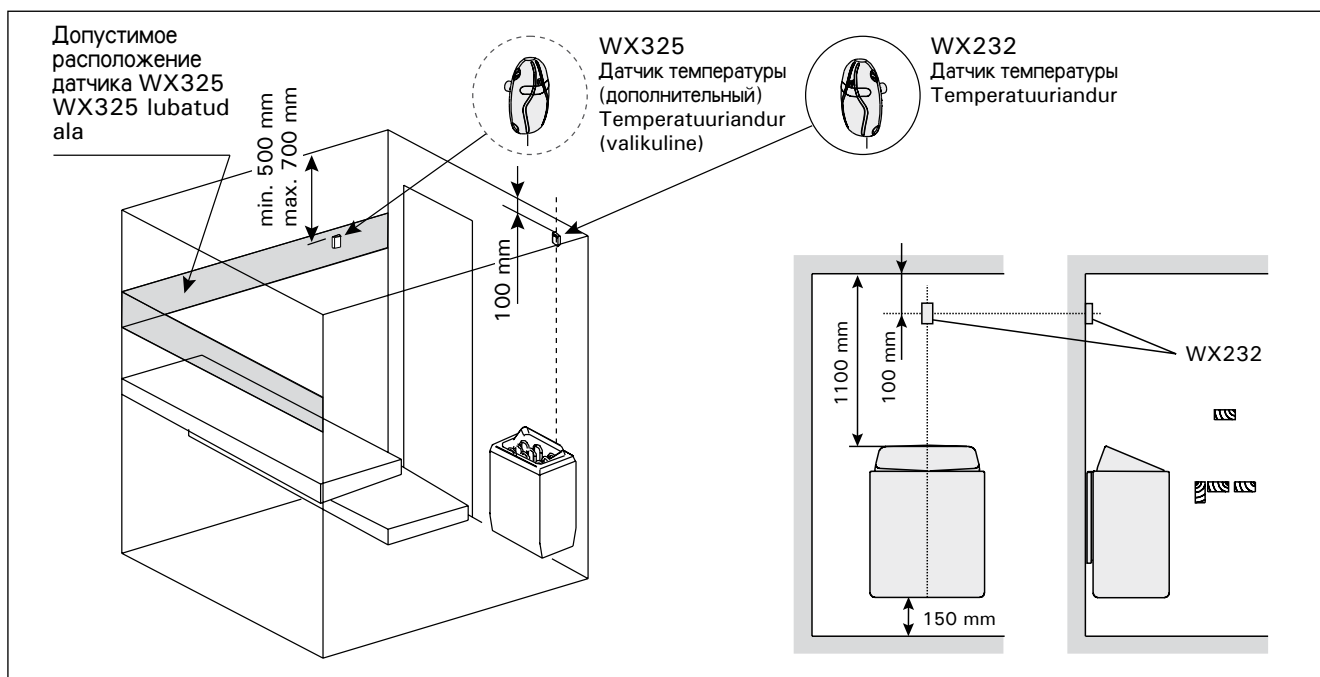

Рисунок 7. Расположение датчиков температуры относительно настенных нагревателей
3.3.1. Установка температурного датчика WX232 Настенные нагреватели (рис. 7)
Датчик температуры следует устанавливать на стену на максимально возможном удалении от каменки на расстоянии 500–700 мм от потолка. См. рис. 7 и 8.